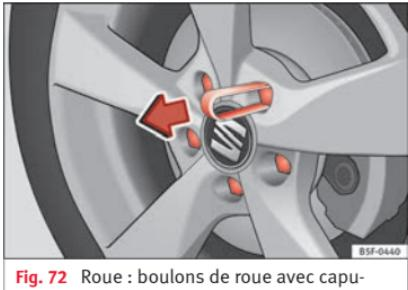

Fig. 72 Roue : boulons de roue avec capuchons.
- Encastrez la pince en plastique (outillage de bord) sur le capuchon jusqu'à ce qu'elle s'emboîte » fig. 72.